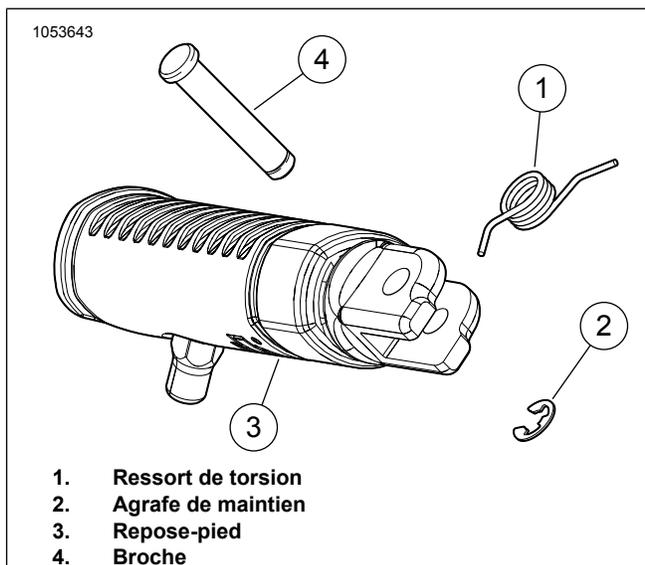

Figure 3. Installation du ressort de torsion du repose-pied conducteur
1. Voir la Figure 3. Retirer la goupille (4) et le clip de retenue (2). Conserver.
2. Conservez tout le matériel de fixation, y compris le ressort de torsion (1), pour l'installation des **nouveaux** repose-pieds (3).
1. Voir la Figure 3. Insérer la patte courte du ressort de torsion (1) dans la cavité du **nouveau** repose-pied (3).
2. Aligner la patte longue du ressort de torsion (1) avec le trou du support du repose-pied et l'insérer.
3. Faites pivoter le repose-pied (3) pour le positionner dans l'œillet de suspension et insérez la goupille (4) dans ce dernier, dans le repose-pied (3) et dans le ressort (1).
Voir la Figure 3. En réalisant l'étape suivante, vérifier que le ressort est positionné à l'intérieur du repose-pied.